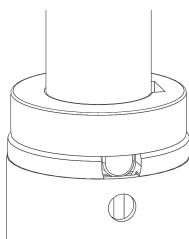

図29-酸素ボンベホルダーを固定する
2. 酸素ボトルホルダーを回転させて付属スリーブに固定します（図29）。